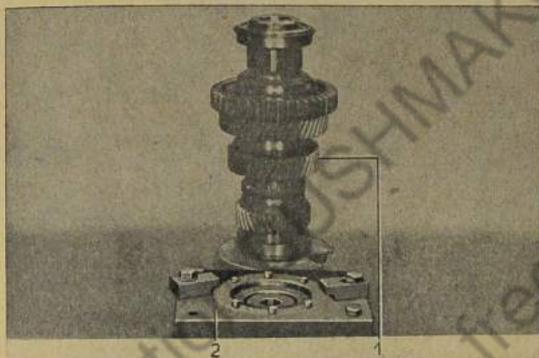

Bild 334: Hauptwelle zum Zerlegen einspannen
1. Hauptwelle am Flansch in Spannvorrichtung Nr. 1204 einspannen (Bild 334).